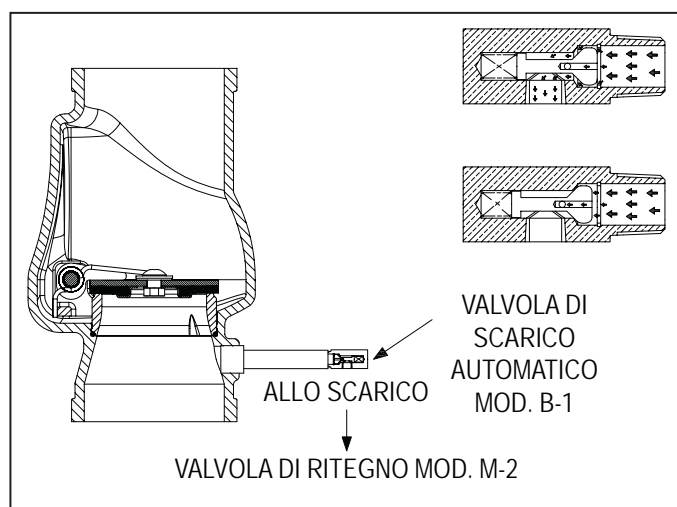

Figura 34
9. Se vengono utilizzate delle manichette per i vigili del fuoco, assicurarsi che la valvola di scarico sia libera in modo da permettere all'acqua che si è accumulata di fuori uscire (Figura 34)